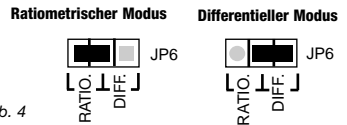

Abb. 4
- Das UCM kann konfiguriert werden, um LVDTs im ratiometrischen oder differentiellen Modus zu betreiben. Setzen Sie entsprechend die Brücke auf die Stiftposition **JP6**, um den gewünschten Modus zu wählen. Siehe Abb. 4.